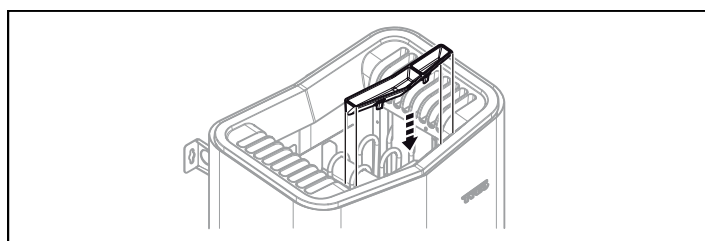

Fig. 13 : Montage du récipient à parfum/de l'humidificateur
10. Coupelle à herbes/humidificateur (voir la figure 13).